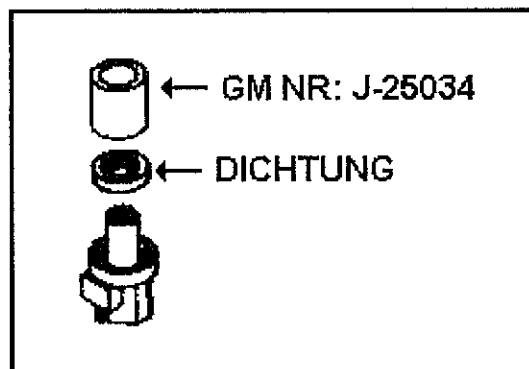

Abb. 7-19 Spezialwerkzeug zum Entfernen der Riemenscheibe der Lenkhilfspumpe
- Riemenscheibe entfernen. Hierzu Spezialwerkzeug J-25034 verwenden, wie in Abb. 7-19 gezeigt.